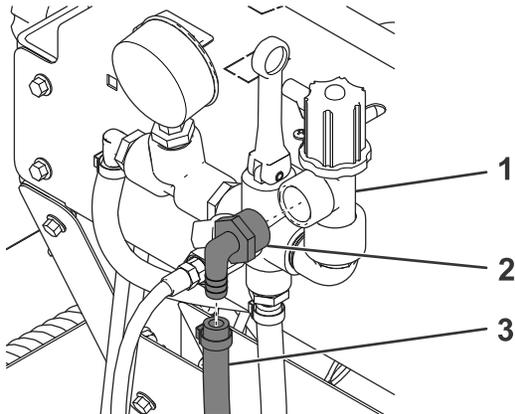

Bild 3
1. Entfernen Sie den Hauptschlauch vom Tank am 90° Schlauch-Anschlussstück (**Bild 3**).
2. Trennen Sie die 90°-Schlauch-Anschlussstück vom Sprühregler und entsorgen Sie dieses (**Bild 3**).